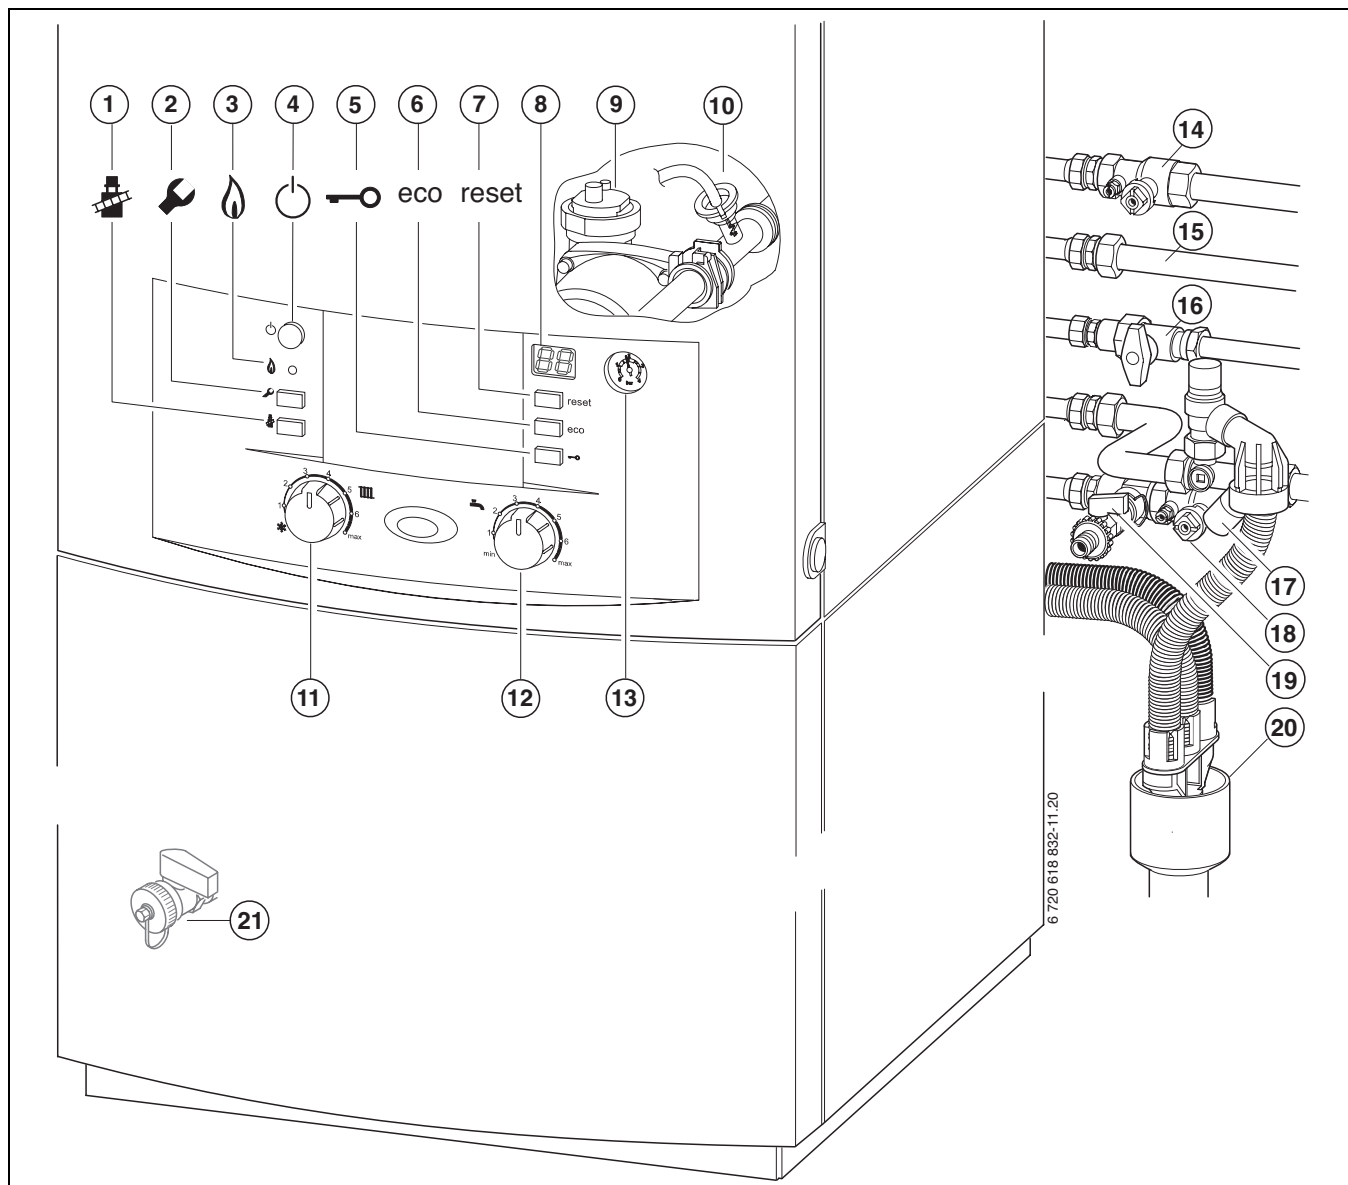

Bild 43
- Heizungsvorlaufhahn und Heizungsrücklaufhahn (→ Bild 43, [14] und [18]) öffnen.